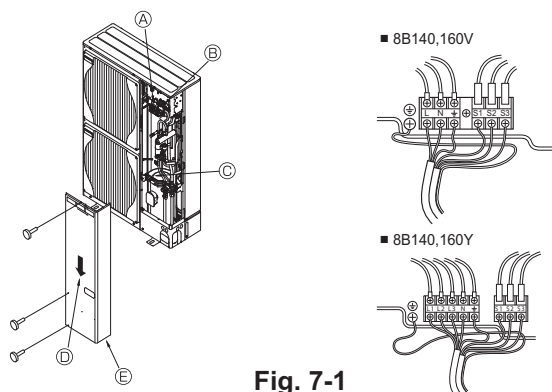

Fig. 7-1
### 7.1. Наружный прибор (Fig. 7-1)
- ① Снимите защитную панель.
- ② Проведите кабели согласно Fig. 7-1.